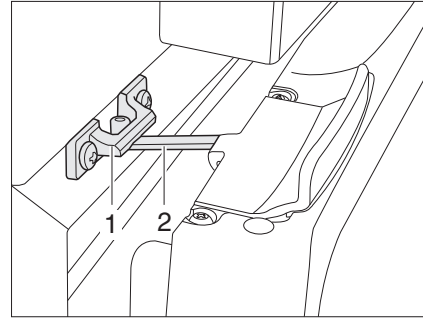

Fig. 213 Porte du réfrigérateur en position de ventilation (Thetford)
- Ouvrir le verrouillage (Fig. 213,2) et l'enclencher dans le logement de verrouillage (Fig. 213,1). La porte du réfrigérateur reste ainsi légèrement ouverte.